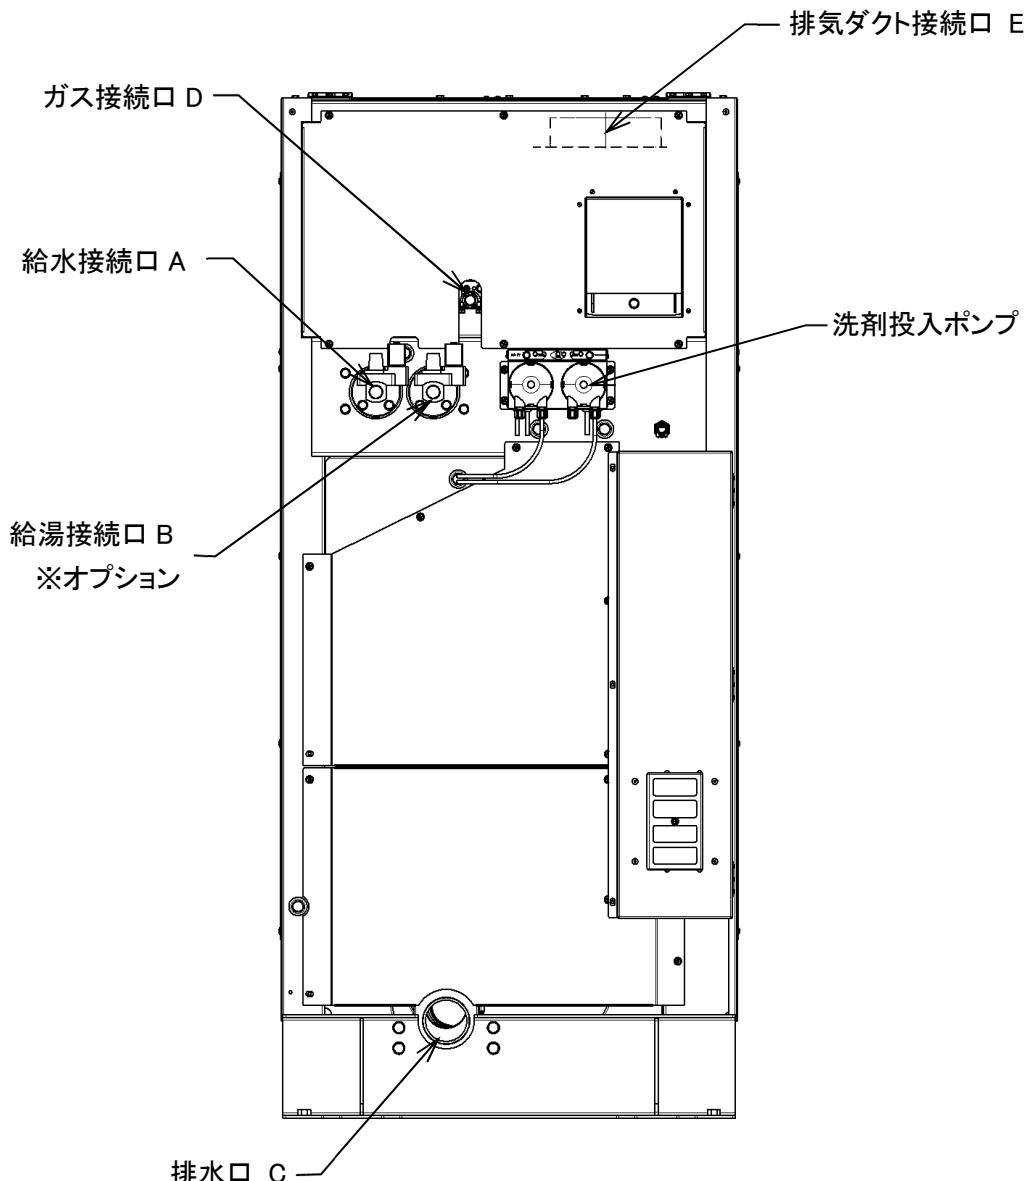

図 5-1
- ・ 給水接続口 A に配管を接続します。(図 5-1)
- ・ 給水接続口 B に配管を接続します。(図 5-1)
- ・ 排水口 C に配管を接続します。(図 5-1)
- ガス配管接続口 D に配管を接続します。(図 5-1)
- 機械は洗剤・助剤投入ポンプを標準装備しています。(図 5-1)
- ・ 排気ダクト接続口 E にダクトを接続します。外形は 196φ です。(図 5-1)